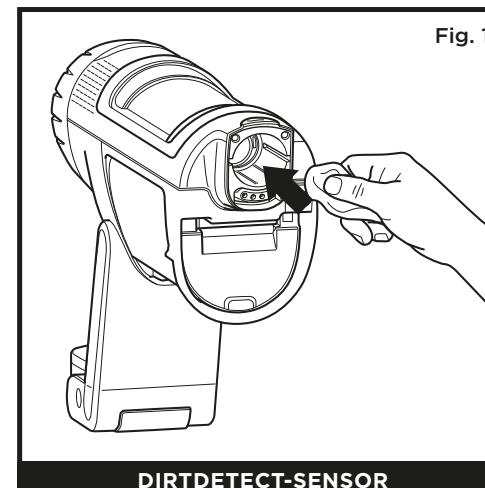
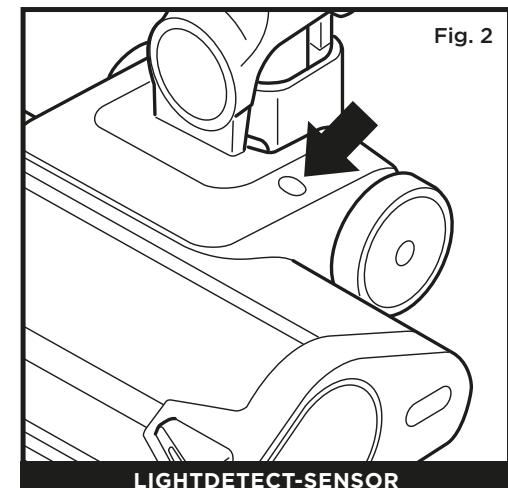
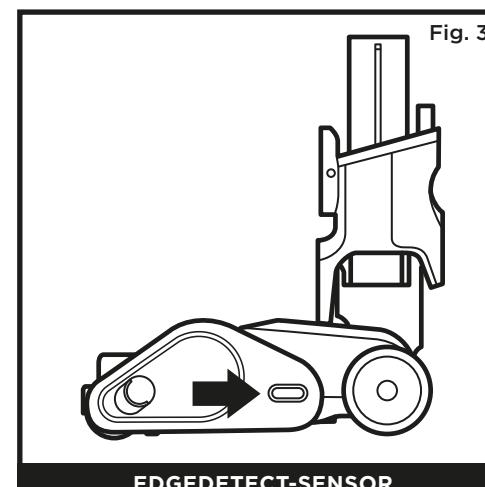

Fig. 1
Fig. 2
Fig. 3
- Finn Dirt Detect-sensoren (fig. 1), Light Detect-sensoren (fig. 2), Edge Detect-sensoren (fig. 3) og Floor Detect-sensoren (fig. 4).